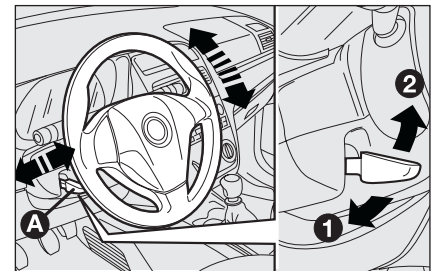

fig. 31
- sbloccare la leva **A**-fig. 31 spingendola in avanti (posizione 2);